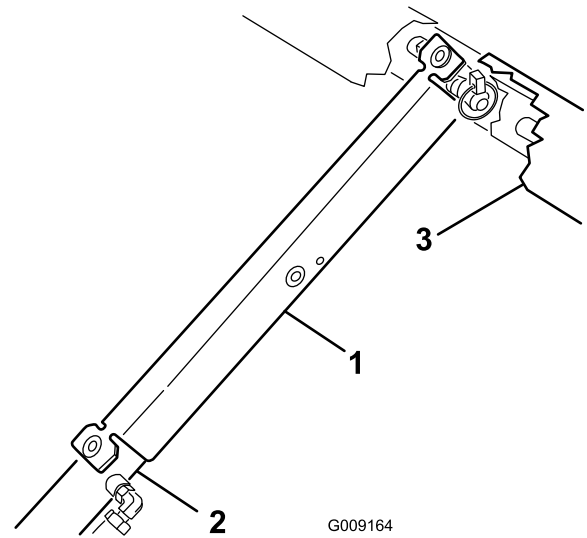

Bild 29
3. Schieben Sie die Ladepritschenstütze auf die Zylinderstange. Achten Sie darauf, dass die Endnasen der Stütze auf dem Ende der Zylindertrommel und auf dem Ende der Zylinderstange aufliegen (Bild 29).